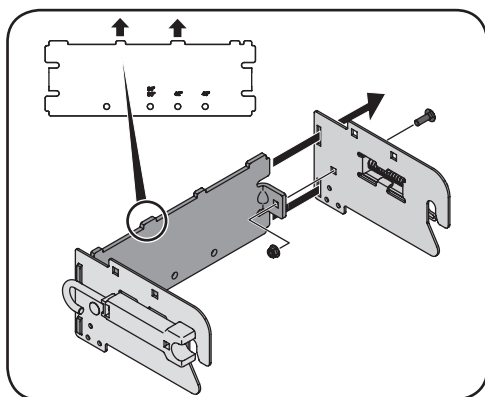

Figure 1-1
1. Insérez les extrémités du support arrière dans les fentes à l'arrière de chaque support latéral. Voir Figure 1-1.
2. Fixez les pattes repliées du support arrière sur les supports latéraux avec un boulon de carrosserie (réf. 9) et un écrou autobloquant (réf. 11). Voir Figure 1-1.
**NOTE :** Les loquets sur les supports latéraux doivent être placés du côté extérieur avec les fentes vers le bas. Les encoches du support arrière doivent pointer vers le haut. Voir Figure 1-1.